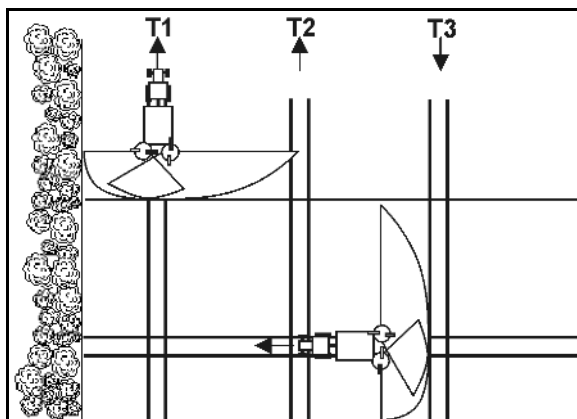

Bild 92
- Öppna slutspjällen när du kört in i körspåret vid punkt P1 (Bild 92) när spridartallrikarna är borttagna på sträcka X av vändtegens körspår.
- Stäng spjället innan du kör ut från körspåret vid punkt P2 (Bild 92) när spridartallrikarna befinner sig i höjd med vändtegens första körspår.